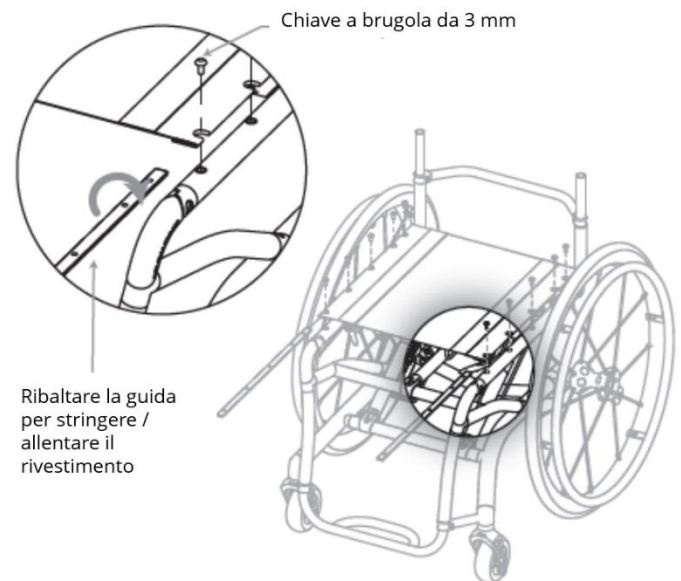

Figura 19.11 Regolazione/sostituzione della cinghia tensionabile della seduta regolabile.
3. Rimuovere le 10 viti che fissano l'imbragatura della seduta alle guide del seduta utilizzando una chiave a brugola da 3 mm. (Vedi Figura 19.11.)
4. Scivolare il binario del rivestimento per allentare / serrare il rivestimento. (Vedi Figura 19.11.)
3. Svitare gli elementi di fissaggio che fissano il rivestimento lungo la parte superiore della guida della seduta, come mostrato nella Figura 19.11.
6. Capovolgere le guide di tensionamento per stringere o allentare il rivestimento come mostrato nella Figura 19.11.